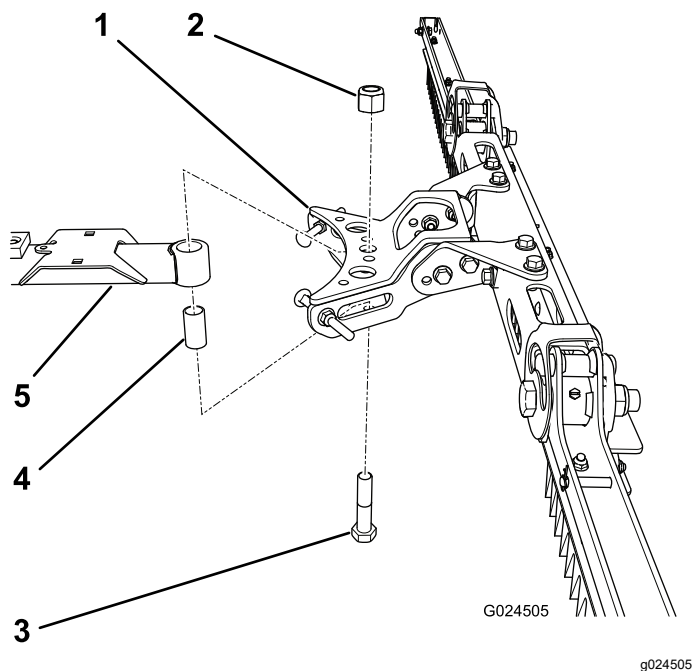

Figura 7
1. Introduzca un espaciador largo en el taladro de la parte trasera de la barra de tracción (Figura 7).